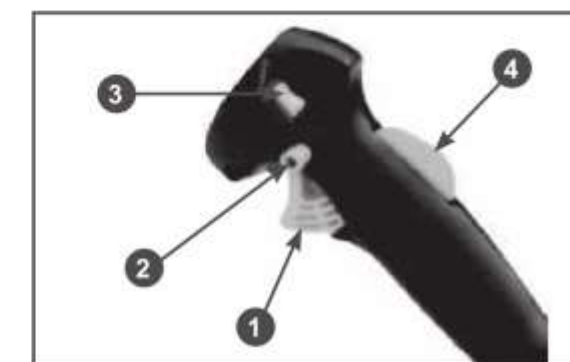

Рис. 4 Рукоятка управления
- После запуска переведите двигатель в режим холостого хода. Для этого нажмите на рычаг газа 1 (Рис. 4) и отпустите его. Фиксатор 2 (Рис. 4) при этом освободит от блокировки рычаг газа, рычаг газа встанет в положение холостого хода. Прогрейте двигатель на холостых оборотах в течение около 30-60 секунд.
5. Выключатель зажигания 3 (Рис. 4) установите в положение «I» (ВКЛЮЧЕНО).
6. Нажмите одновременно на рычаг газа 1 и предохранительный рычаг 4 так, чтобы рычаг газа прошел примерно 1/2 своего хода и заблокируйте его нажав на фиксатор 2 (Рис. 4).